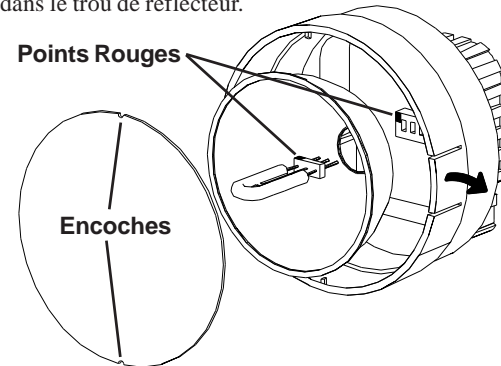

Figure 4 Remplacement de la lampe
4. Réinstallez le réflecteur et positionnez la lentille frontale installée en faisant correspondre les encoches de la lentille avec les deux petits onglets sur le réceptacle afin d'éviter que la lentille ne tourne (voir Figure 4). Repoussez les onglets sur le devant vers l'extérieur et placez la lentille.
Le stroboscope alimenté sur secteur c.a. est équipé d'un fusible remplaçable auquel on peut accéder en retirant la lentille et le réflecteur - voir Figure 4. Si le fusible doit être remplacé, utilisez uniquement un fusible du même type et de la même valeur soit un Fusible Rapide 750 mA, 2AG.
3. Les lampes comportent un « plus » et un « moins » et doivent donc être placées dans la prise dans le bon sens. **En vous équipant d'un chiffon non pelucheux, faites correspondre le point rouge sur la lampe avec le point rouge sur la prise** et faites balancer doucement la lampe lorsque vous la mettez en place (voir Figure 4). Assurez-vous que la lampe est bien droite et centrée dans le trou de réflecteur.